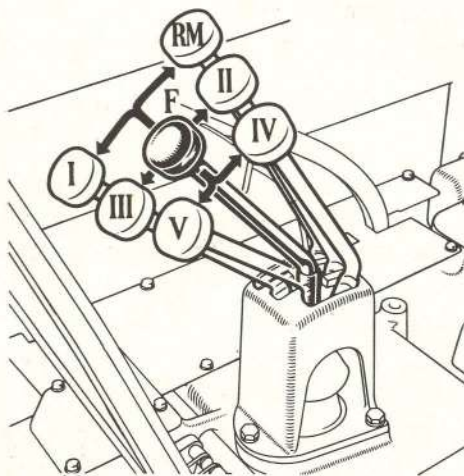

Fig. 48. - Positions du levier de changement de vitesses.
1. Porter le levier de changement de vitesse dans la position correspondant à la marche choisie (fig. 48). En effectuant cette manœuvre, il est bon de faire tourner le moteur au ralenti.